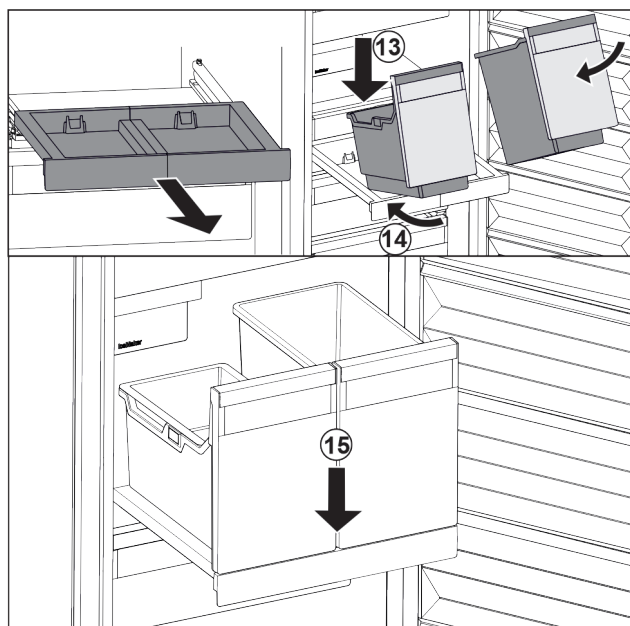

Fig. 106
- Posodo položite na izvlečno polico v poševnem položaju. Fig. 106 (13)
- Posodo potisnite v poševnem položaju proti zadnji strani. Fig. 106 (14)
- Posodo odložite spredaj. Fig. 106 (15)